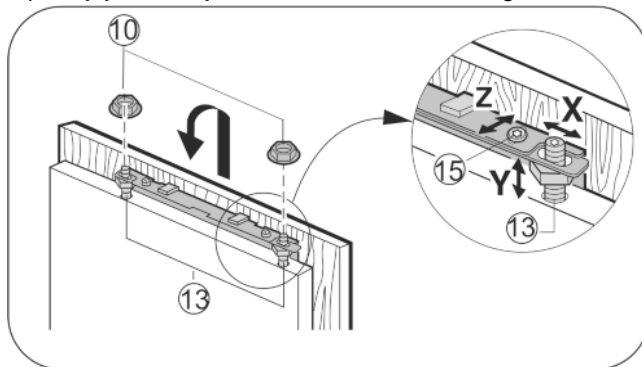

Fig. 27
- ▶ Baldo duris pakabinkite ant reguliavimo varžtų Fig. 27 (13) ir nespriai priveržkite antveržles Fig. 27 (10).
- ▶ Baldo durelių aukščio Y ir šoninio pokrypio išlygiavimas: atsuktuvu pasukite reguliavimo varžtus Fig. 27 (13).
- ▶ Priveržkite antveržles Fig. 27 (10).